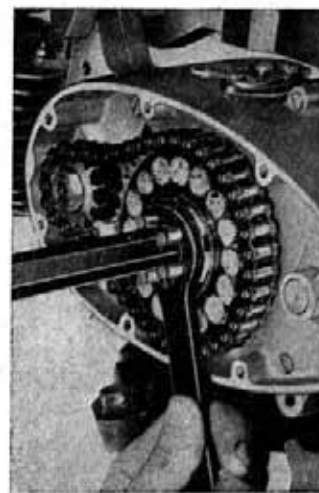
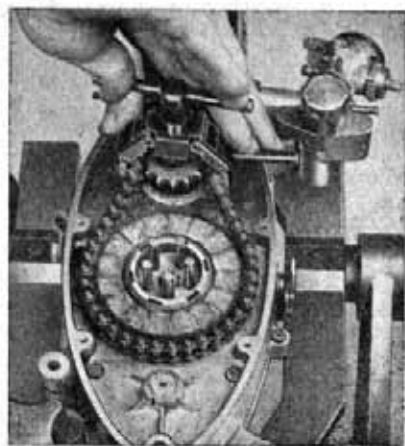
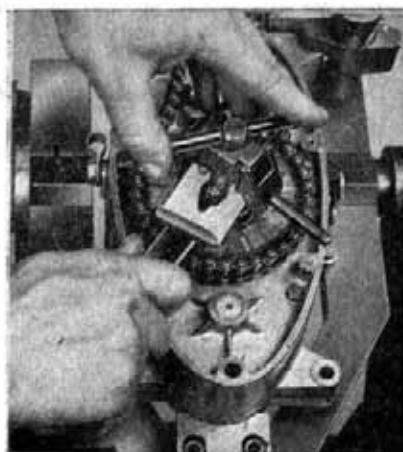

Рис. 29
Рис. 30
Рис. 31
После ослабления съёмника Н 4 снять прижимной диск сцепления (3) одновременно с чашками (6), пружинами (5) и шайбами (7). При помощи выпрямителя Н 26 выровнять шайбу (9) под гайкой (10) неподвижного диска сцепления (2). На стяжные болты неподвижного диска (2) насадить фиксатор сцепления Н 42. Между зубцы звездочки первичной цепи сцепления вложить фиксирующую прокладку Н 51. Трубочатым ключом 14 после выправления шайбы (9) вывернуть гайку (10) — рис. 29 и при помощи ключа Н 40 вывернуть гайку (16) первичной звездочки. При помощи съёмника Н 9 ослабить звездочку (14) с коленчатого вала (рис. 30). Звездочку первичной цепи, цепь и оба диска из пробкового материала (1) снять одновременно. Фиксатор сцепления установить на штифты неподвижного диска сцепления и зафиксировать его против вытяжения предохранителем Н 52, который устанавливается в шлицы штифтов и съёмников Н 9 снять с главного вала ведомый диск (рис. 31).